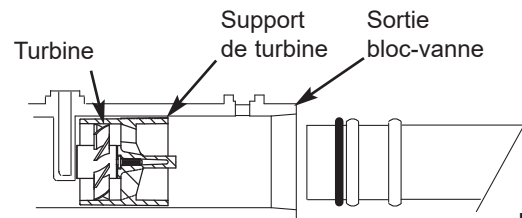

FIG. 10
- Vérifiez que la turbine et le support sont bien en place dans la sortie du bloc-vanne, tel qu'illustré par la Figure 10.